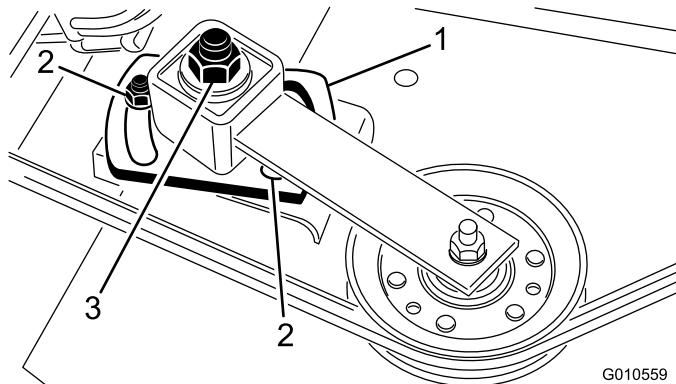

図 30
- ソケットとトルクレンチを使用して、アイドラ調整ナットを  $4754\text{Nm}4.85.5\text{kg.m}=3540\text{ft-lb}$  にトルク締めする図 30。